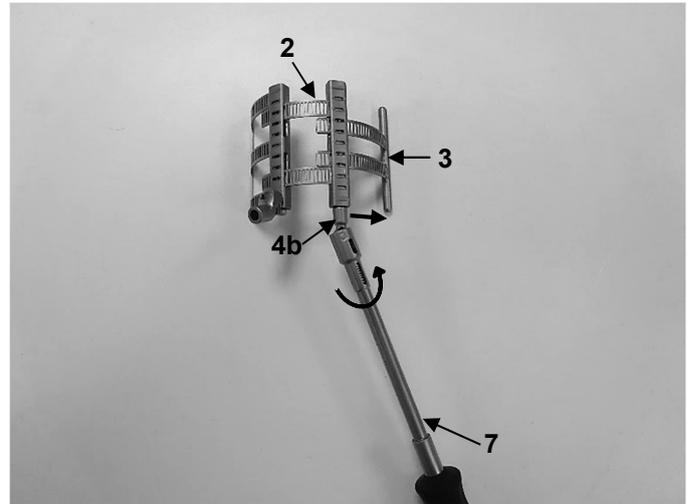

Abb. 17
1. Zunächst das sekundäre Element (3) von dem primären Element (2) mithilfe des Kardan Schraubendrehers LMT-4 (7) entfernen. Hierfür die Außensechskantschraube an dem Kastenmodul des primären Elements (4b) mithilfe des Kardan Schraubendrehers LMT-4 (7) im Uhrzeigersinn drehen, bis es sich abnehmen lässt (Abb. 17).